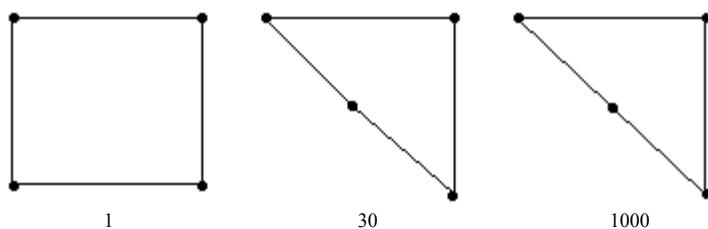

图 5.4.14 四边形网格 Jacobian Ratio (二)
- 能够满足四边形单元或块单元的 Jacobian Ratio 为 1，需保证所有的边都平行或任何边上的中间节点都位于两个焦点的中间位置。图 5.4.14 所示的是 Jacobian Ratio 为 1、30、1000 时的四边形网格（二），此四边形网格可以生成 Jacobian Ratio 为 1 的六面体网格。